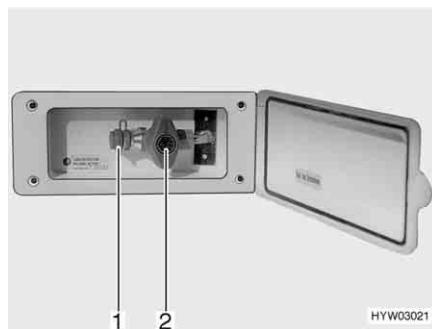

Bild 157 Extern gasanslutning (gasavstängningsventilen stängd)
Den externa gasanslutningen (Bild 157) befinner sig på fordonets högra sida.
- Anslut den externa gasapparaten till anslutningar (Bild 157,1).
- Öppna gasavstängningsventilen (Bild 157,2).